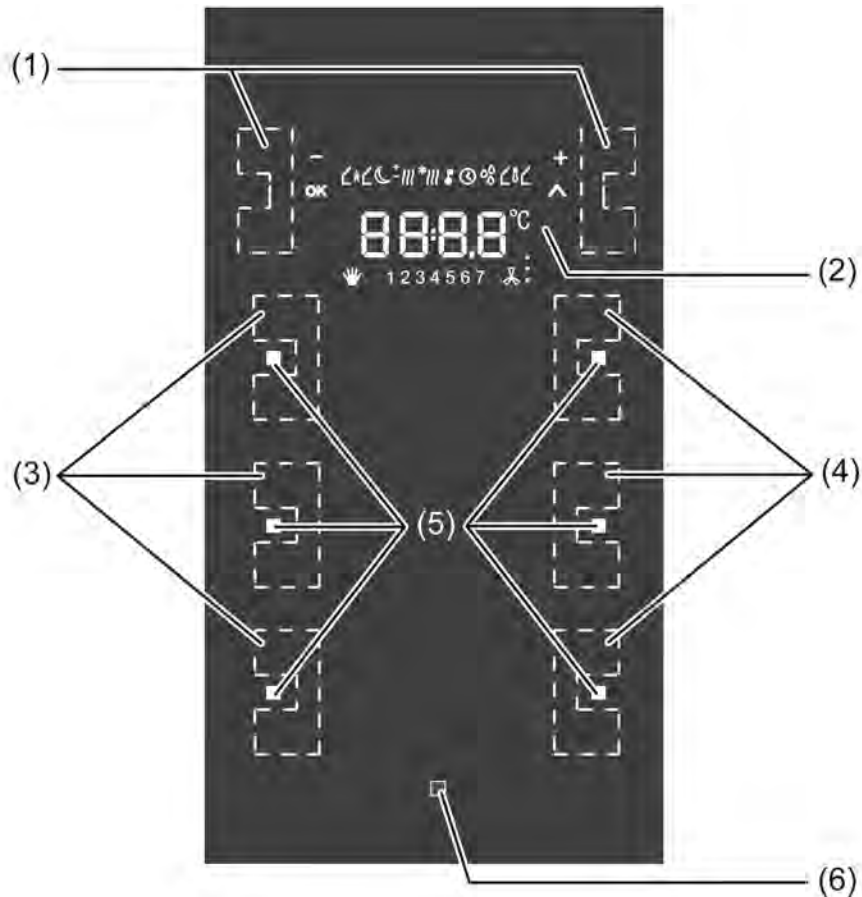

Bild 2: Geräteaufbau Frontseite - Gerätevariante 3fach
Das Gerät besteht aus mehreren Sensorflächen, die durch eine Fingerberührung bedient werden können. Bei den Sensorflächen werden die Displaytasten (1) und die Tasten der Tastsensor-Funktion (3) und (4) unterschieden (Bild 2). Die Displaytasten befinden sich unmittelbar links und rechts neben dem Display und bedienen vordefinierte Funktionen des integrierten Raumtemperaturreglers oder der Reglernebenstelle. Darüber hinaus lässt sich über diese Tasten auch die Putzfunktion zur Reinigung der Glasoberfläche aktivieren. Die darunterliegenden Tasten werden der Tastsensor-Funktion zugeordnet. Die Anzahl dieser Tasten ist abhängig von der Gerätevariante. Die Tastsensor-Funktion ist ein autarker Funktionsteil des Gerätes mit eigenen Parameterblöcken in der ETS.